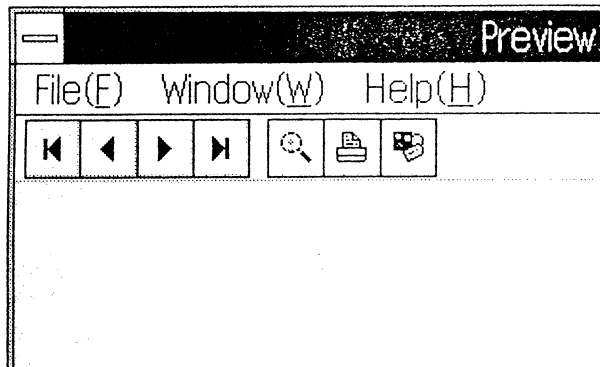

図11.2
②プログラムが立ち上がると図11.2のメニューが表示されます。